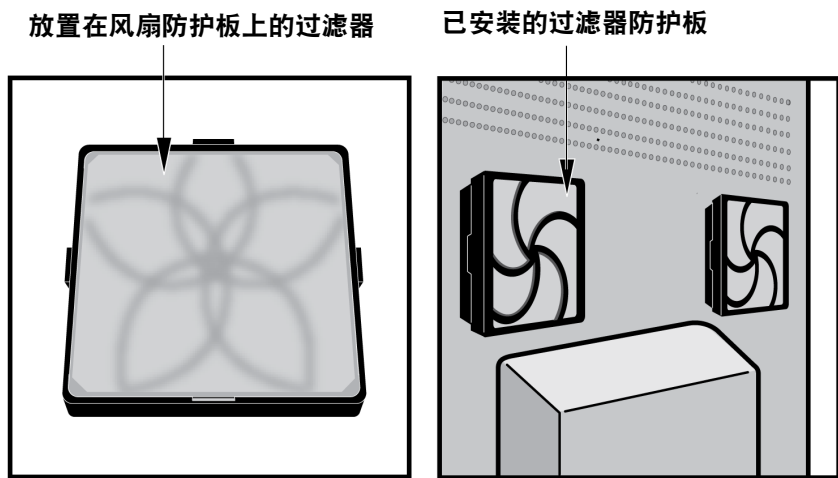

图 9-20. 已安装的备用过滤器和防护板
7. 把风扇过滤器保护罩和过滤器作为一个单位放置。按压保护罩的侧边，让其牢牢地装入风扇外壳，直到其抓手牢固地卡入风扇。按住保护罩的底部，直到其抓手牢固地卡入风扇。参见图 9-20。